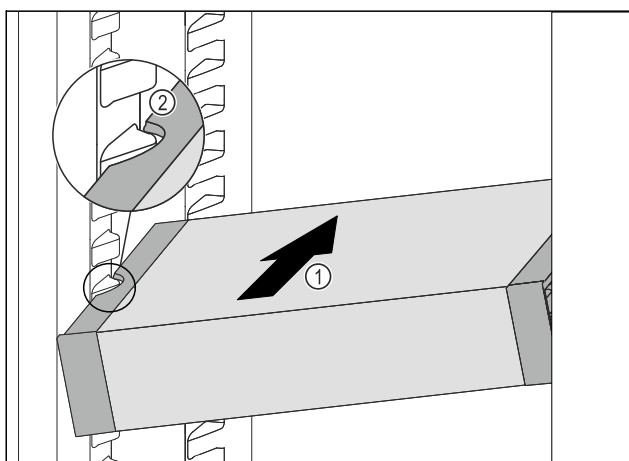

Fig. 176
- ▶ Вдвигайте VarioSafe под наклоном в холодильное отделение Fig. 176 (1), пока боковые выемки Fig. 176 (2) VarioSafe не окажутся на высоте выступа резервуара в холодильном отделении.